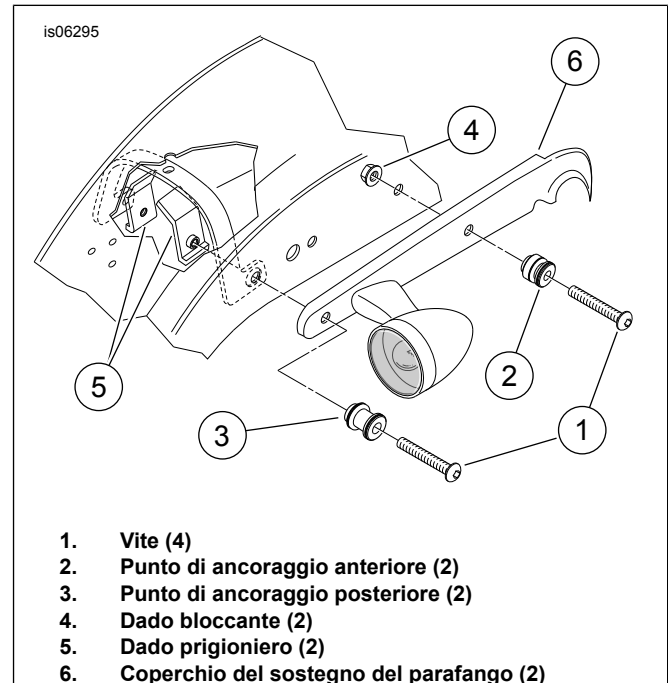

Figura 1. Sostegno del parafrangente posteriore
1. Vedere Figura 1. Rimuovere dal coperchio del sostegno del parafrangente posteriore (6) la vite anteriore (1) e il dado bloccante (4). Eliminare la vite. Eliminare il dado bloccante di serie.
2. Rimuovere la vite posteriore (1) e il dado prigioniero (5) dal coperchio del sostegno del parafrangente posteriore prendendo nota dell'orientamento del dado prigioniero all'interno dei sostegni del parafrangente. Eliminare la vite, ma conservare il dado prigioniero.
3. Rimuovere e riposizionare gli indicatori di direzione posteriori dai coperchi del sostegno del parafrangente posteriore (6) secondo le istruzioni fornite nel manuale di manutenzione e nel kit di riposizionamento.